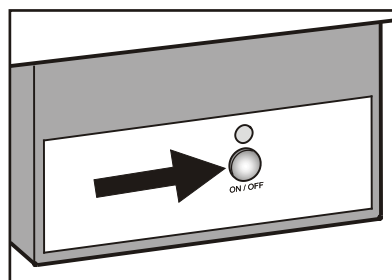

Figure 24
- Appuyer sur la touche du boîtier de la fabrique à glaçons (**Figure 24**) pendant environ 3 secondes. La DEL située au-dessus du bouton se met à clignoter.
*La fabrique à glaçons peut être mise en marche ou arrêtée en appuyant pendant environ 1 seconde sur la touche « On/Off » du boîtier de la fabrique à glaçons (**Figure 24**).*